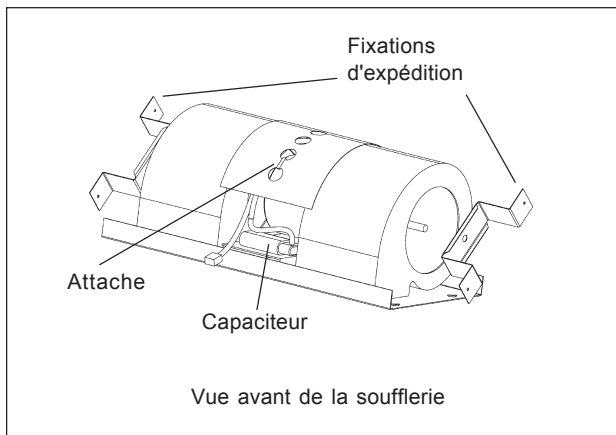
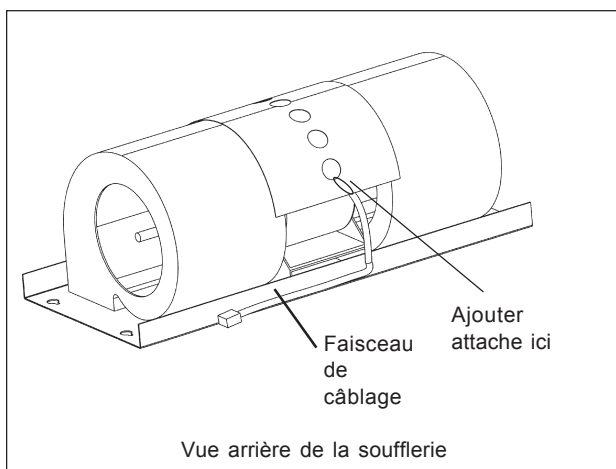

Figure 12a
Figure 12b
2. Couper l'attache de fil montrée à la figure 12a. Repérer le faisceau de câblage avec le connecteur à 6 broches Molex. Acheminer le faisceau de câblage par l'arrière de la soufflerie, comme à la figure 12b, ci-dessous.
4. Attacher le faisceau de fils avec connecteur Molex à 6 broches au boîtier comme à la figure 12b avec une attache de fil (fournie).